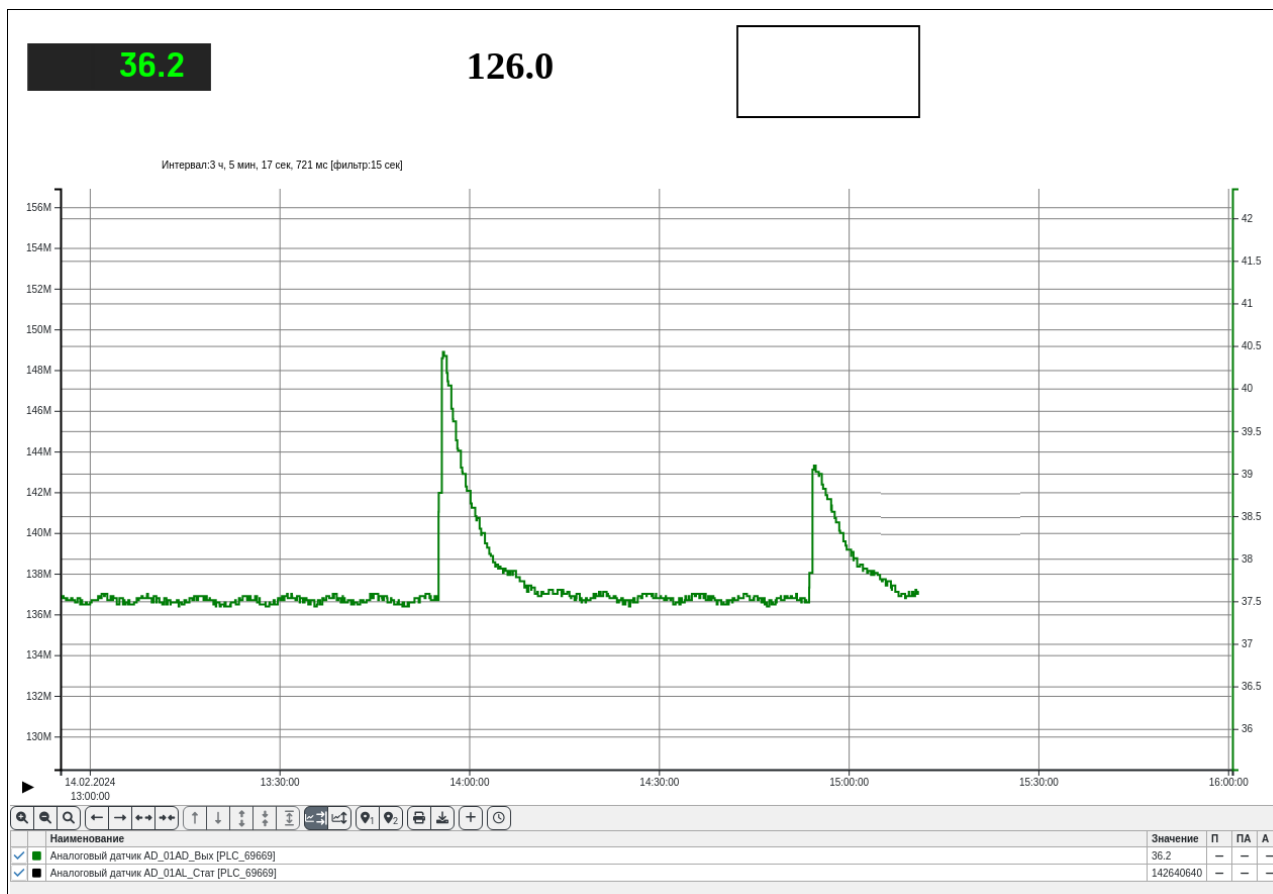

Рисунок 14.2. Рабочий стол при запуске Операторской станции
- 3) Убедитесь, что при старте на рабочий стол Операторской станции выводится кадр, который был назначен для этого пользователя (рис. 14.2).